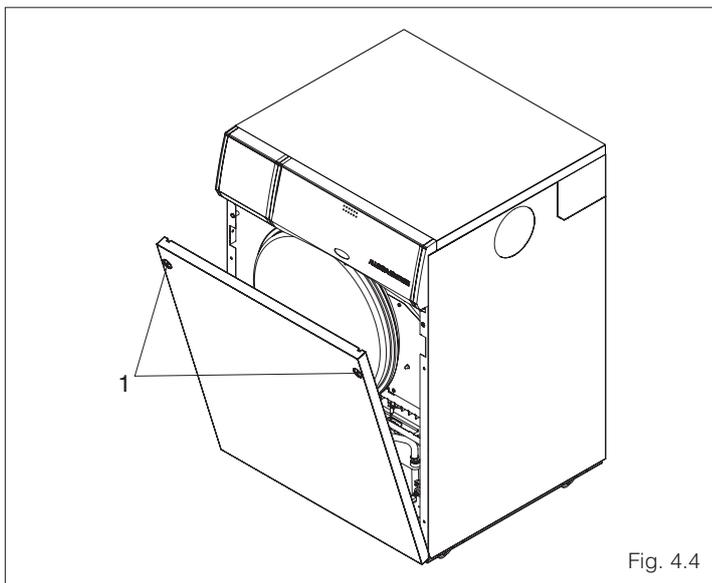

Fig. 4.4
- rimuovere le due viti (1) e sganciare il pannello frontale della mantellatura. (fig. 4.4)